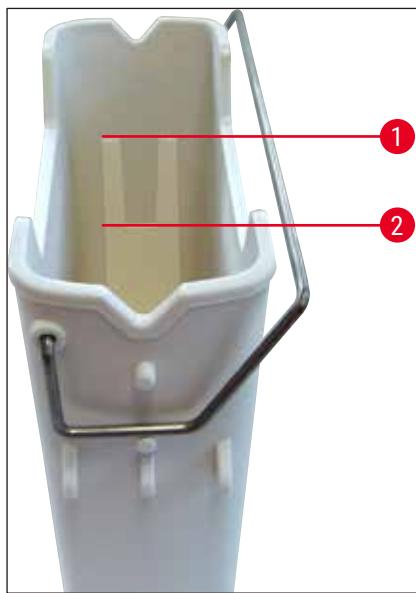
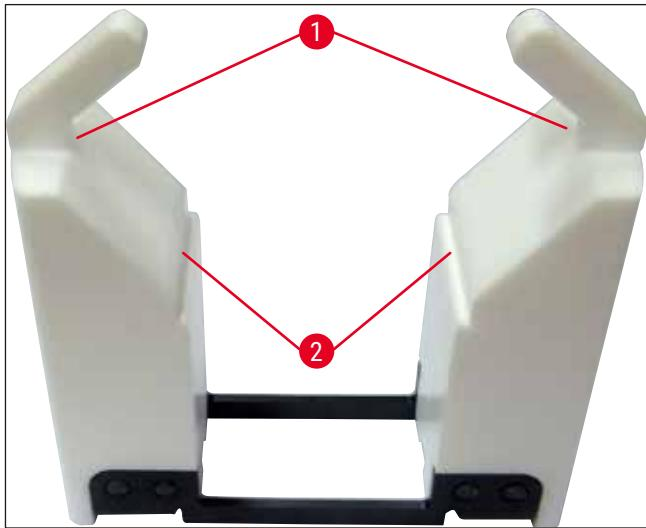

図65
図66
試薬容器にハンドルが正しく取り付けられているか確認します。必要に応じて、(→「図65」)に従い、ハンドルを締め付けます。
- 充填する場合は、どのタイプの試薬容器でも、試薬容器内部の充填レベルのマークを守ってください（→「図65」）（→「図66」）。
- 試薬容量を減らすために、特殊染色用インサート（→「図66」）を試薬容器内で使用する場合は、まず最初にこれらを試薬容器に挿入してから、少なくとも MIN 充填レベル（→「図66-2」）を上回り、MAX 充填レベル（→「図66-1」）を越えないように試薬を充填してください。